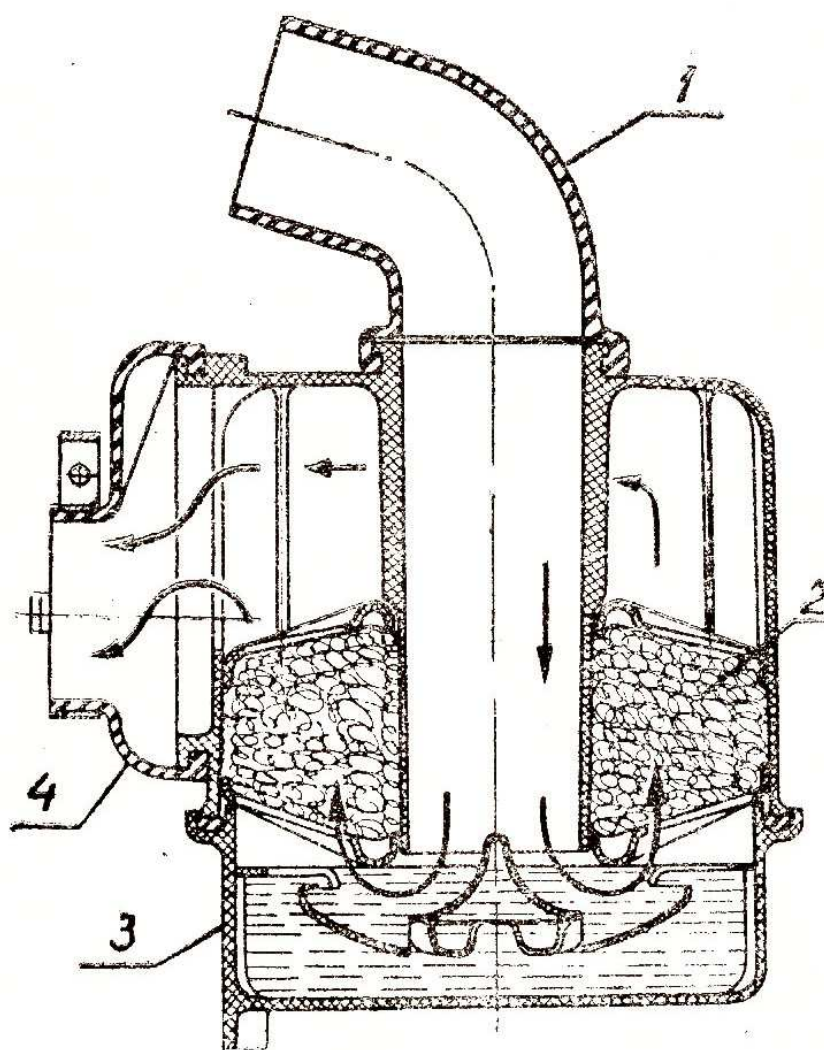

Рис. 8. ВОЗДУХОФИЛЬТР:
3. ВОЗДУХОФИЛЬТР. В зависимости от запыленности дорог, на которых эксплуатируется мотоцикл, необходимо производить замену масла и промывку фильтрующего элемента (капроновой набивки) бензином (рис. 8).